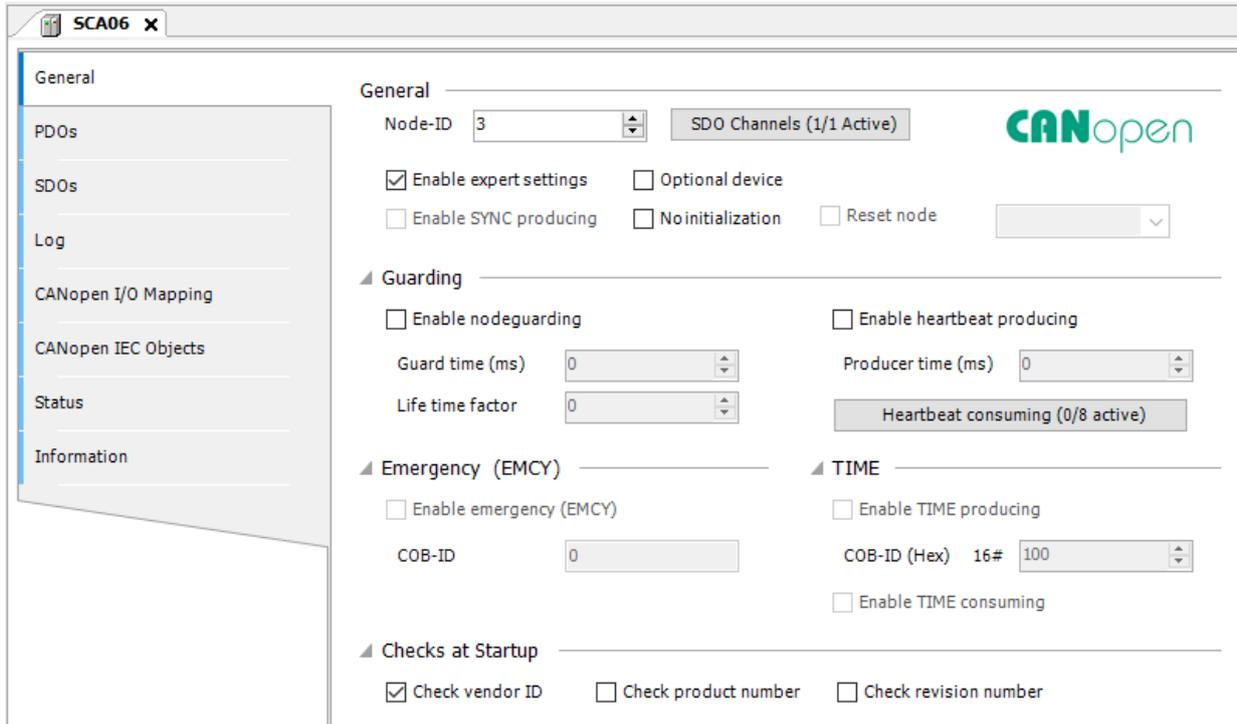

Figura 6.10: Configuración estándar SCA06 en la red CANopen SoftMotion.
- Abra las configuraciones del objeto **SCA06**, en la pestaña **General**, configure las opciones de la página conforme la Figura 6.10.